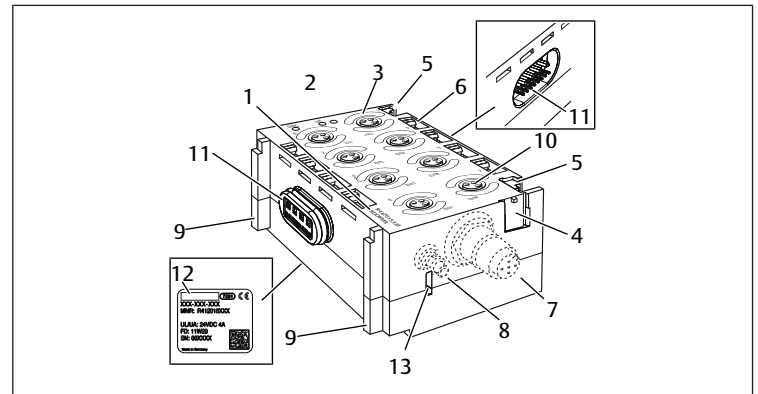

Bild 4: Ingångsmodul/utgångsmodul
2. Montera skylten med beteckningen från den gamla I/O-modulen på den nya I/O-modulen eller märk den nya I/O-modulen (se Bild 4: Ingångsmodul/utgångsmodul (4)).